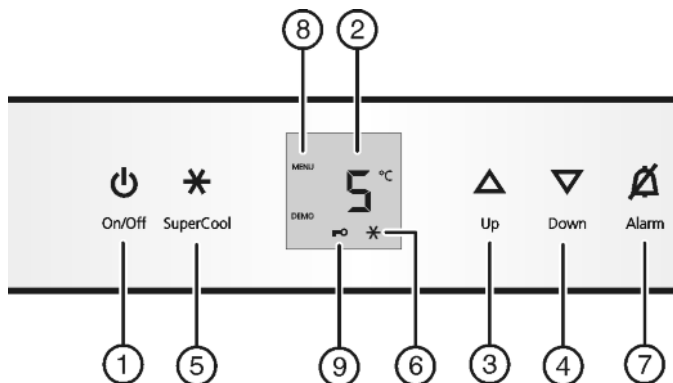

Fig. 2
- ▶ nacisnąć przycisk On/Off Fig. 2 (1).
- ▶ Aktywacja trybu regulacji: Nacisnąć i przytrzymać przycisk SuperCool Fig. 2 (5) przez ok. 5 s.
- ▶ W celu włączenia zabezpieczenia przed dziećmi krótko nacisnąć przycisk SuperCool Fig. 2 (5). Jeżeli wskaźnik wskazuje c1.
- ▶ W celu wyłączenia zabezpieczenia przed dziećmi krótko nacisnąć przycisk SuperCool Fig. 2 (5).
- ▷ Świeci symbol zabezpieczenia przed dziećmi Fig. 2 (9). Na wskaźniku miga c.
- ▷ Symbol zabezpieczenia przed dziećmi Fig. 2 (9) gaśnie. Na wskaźniku miga c.
- ▶ Dezaktywacja trybu regulacji: nacisnąć przycisk On/Off Fig. 2 (1).
- ▶ Nacisnąć przycisk Alarm Fig. 2 (7).
- ▶ Ustawianie wyższej temperatury: nacisnąć przycisk ustawiania Up Fig. 2 (3).
- ▶ Ustawianie niższej temperatury: nacisnąć przycisk ustawiania Down Fig. 2 (4).
- ▶ krótko nacisnąć przycisk SuperCool Fig. 2 (5).
- ▷ Na wskaźniku świeci symbol SuperCool Fig. 2 (6).
- ▷ Na wskaźniku gaśnie symbol SuperCool Fig. 2 (6).